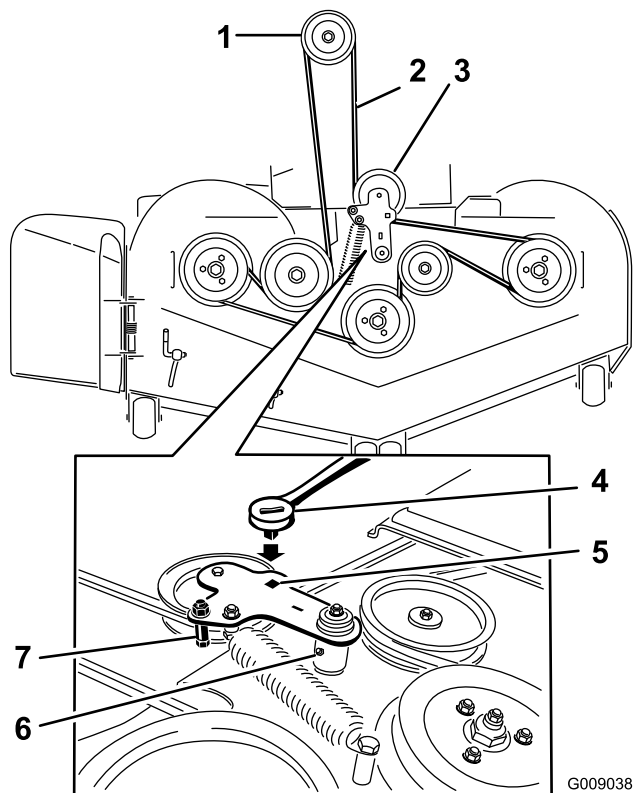

Figure 76
5. Insérez un rochet dans le trou carré du bras de la poulie de tension pour détendre le ressort de la poulie de tension (Figure 76).
7. Enlevez le guide de courroie situé sur le bras de la poulie de tension appelée par ressort (voir Figure 76).
9. Acheminez la courroie neuve autour des poulies du tablier de coupe et de la poulie d'embrayage, sous le moteur (Figure 76).
10. Montez le guide de courroie sur le bras de la poulie de tension (voir Figure 76).
11. Insérez le rochet dans le trou carré et montez le ressort de la poulie de tension (Figure 76).